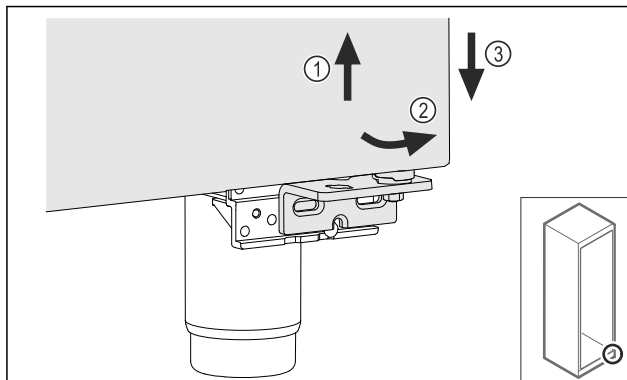

Fig. 21
- ▶ Levantar ligeramente la puerta Fig. 21 (1): inclinarla hacia delante por la parte inferior Fig. 21 (2) y bajarla Fig. 21 (3).